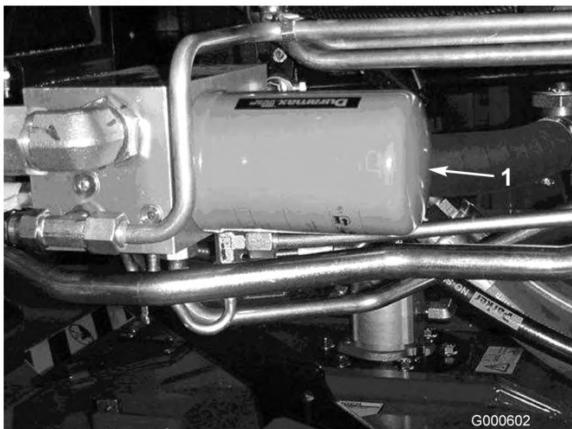

Figura 57
- Limpe a zona em torno da montagem do filtro. Coloque um recipiente de escoamento debaixo do filtro e retire o filtro (Figura 56 e Figura 57).